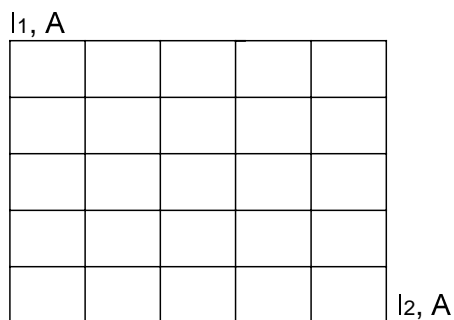
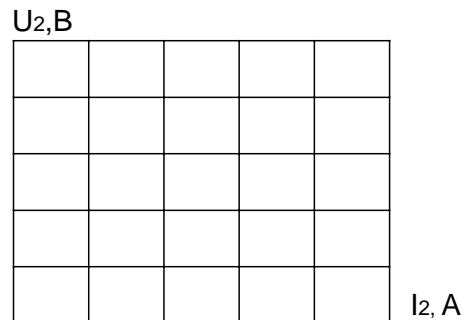

Рис.7 Залежність $I_1(I_2)$
Рис.8 Зовнішня характеристика трансформатора
- за даними табл.2 побудувати залежності $I_1(I_2)$ - рис.7 та $U_2(I_2)$ – рис.8;